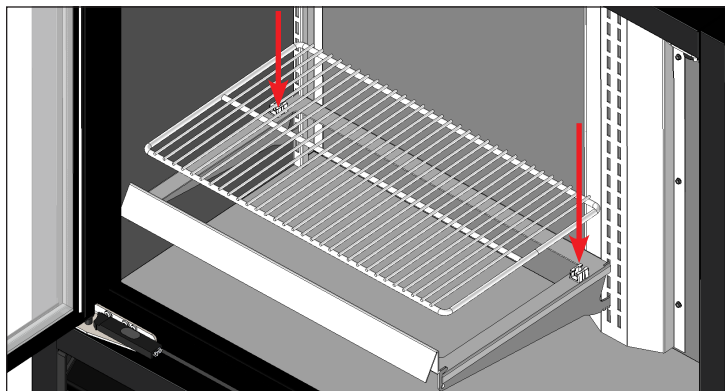

Figure 8. Encliquez la clayette en fil sur les agrafes.
4. Encliquez la clayette en fil sur les agrafes du support de clayette. Voir figures 8 et 9.